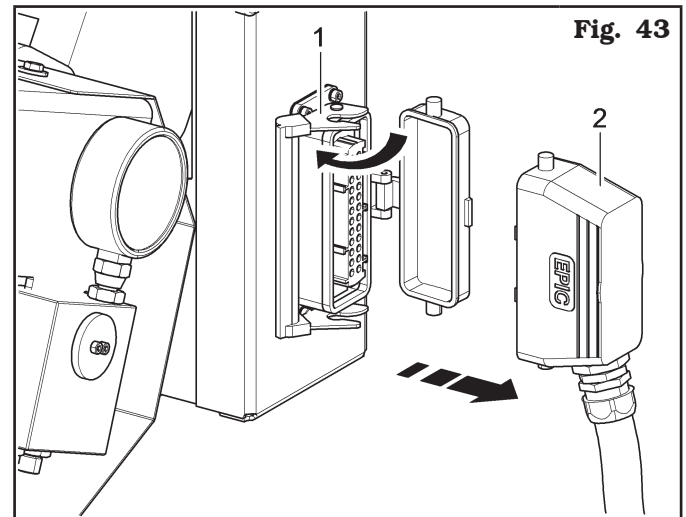

Fig. 43
- ouvrir le dispositif de blocage (**Fig. 43 réf. 1**) ;
- remplacer le câble endommagé (**Fig. 43 réf. 2**) ;